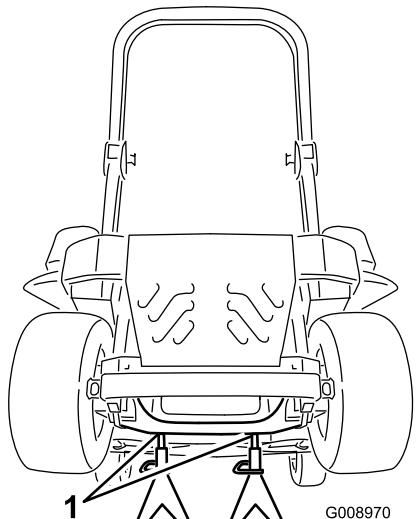

Figure 93
- Soulevez la machine sur des chandelles (Figure 93).
- Retirez les chandelles et abaissez la machine (Figure 93).